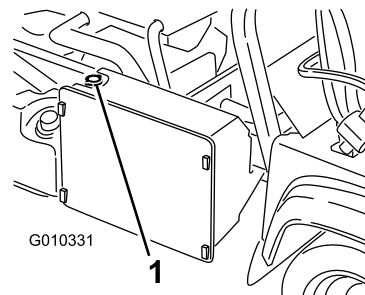

Figura 75
3. Togliete il tappo del radiatore (Figura 75).
4. Rimuovete il tappo dal serbatoio di riserva del refrigerante (Figura 75).
7. Finite di riempire il radiatore e rimontate il tappo (Figura 75).